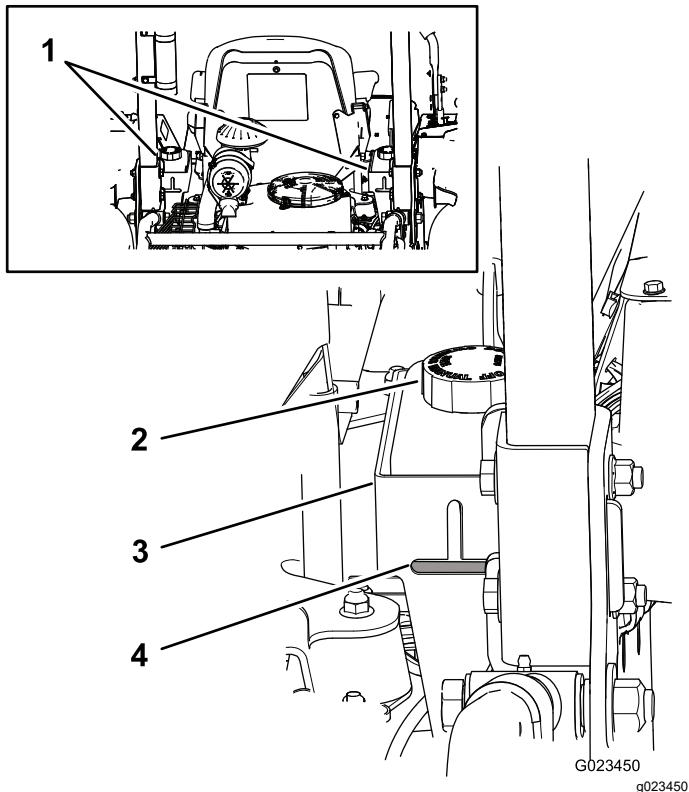

Figura 68
horizontal de la mirilla, situada en la parte trasera de los depósitos hidráulicos (Figura 68), añada fluido hasta que llegue a un nivel aceptable. **No llene demasiado los depósitos.** Si el nivel del fluido está en la parte superior de la zona horizontal de la mirilla, no es necesario añadir más fluido. El fluido de recambio recomendado es:
Nota: El nivel de fluido debe llegar a la parte inferior de cada orificio, como se muestra en la Figura 68.
- Limpie la zona alrededor de los tapones de los depósitos de fluido para evitar que entren residuos en el sistema (Figura 68).